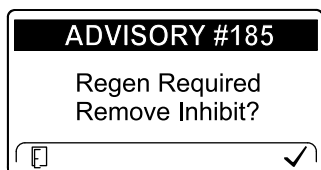

Bild 65
**Hinweis:** Wenn Sie im InfoCenter das Verhindern der Zurücksetzen-Regenerierung eingestellt haben, wird ADVISORY#185 (Bild 65) alle 15 Minuten im